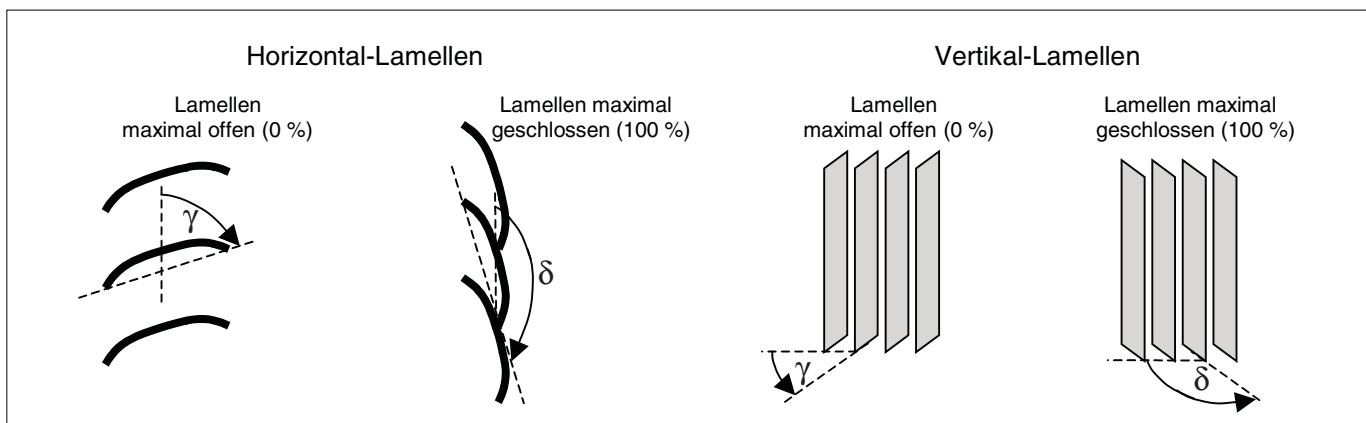

Abb. 11: Winkel bei maximaler Öffnung γ bzw. maximaler Schließung δ
- der Horizontalen bei Vertikal-Lamellen (siehe Abb. 11).